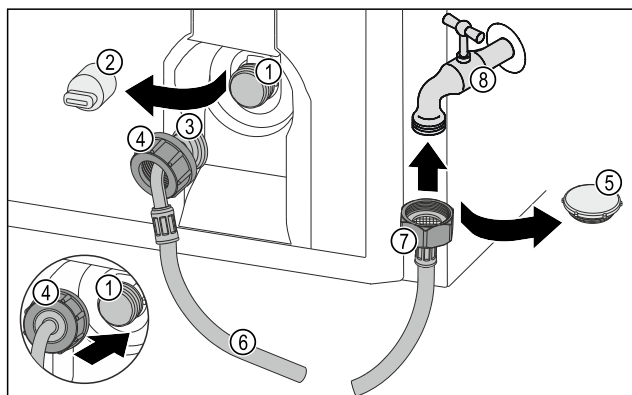

Fig. 13 Ilustrační zobrazení
- Stáhněte kryt Fig. 13 (2).
- Matici Fig. 13 (4) posuňte přes zahnutý konec hadice Fig. 13 (3) až na konec a držte.
- Opatrně nasadte matici Fig. 13 (4) na elektromagnetický ventil Fig. 13 (1) a přidrže ji na místě.
- Rukou našroubujte matici Fig. 13 (4) na závit, až dosáhnete bezpečného a pevného usazení.
- Uzavírací víčko Fig. 13 (5) odstraňte.
- Rovný konec hadice Fig. 13 (7) připojte k vodovodnímu kohoutku Fig. 13 (8).
- Utáhněte matici na rovném konci hadice Fig. 13 (7) ve směru hodinových ručiček.